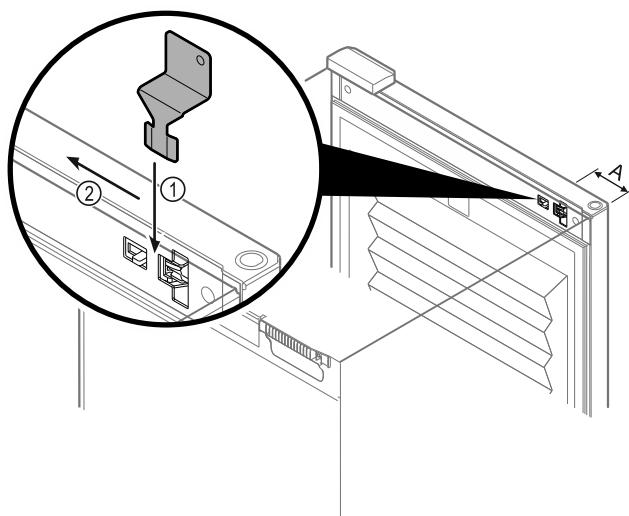

Fig. 146
- Поставете ключа за аварийно отключване на предвиденото място Fig. 146 (A) ≈ 100 mm.
- Вкарайте ключа за аварийно отключване между вратата и корпуса на уреда отгоре до упор Fig. 146 (1).
- Изтеглете ключа за аварийно отключване по посока на страната на пантите Fig. 146 (2).